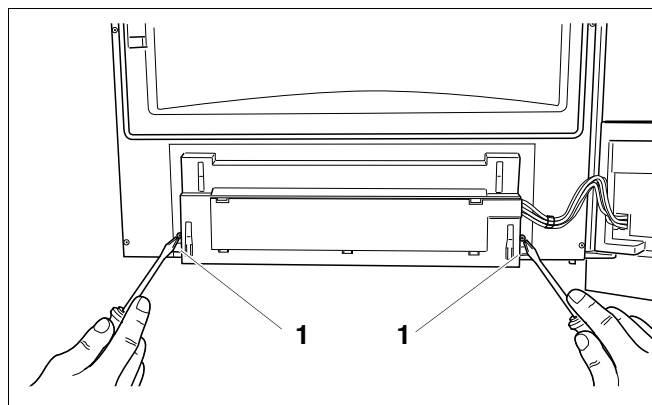

Рис. 117 Отвинчивание винтов
- С обратной стороны двери котла вывинтить 2 винта из панели управления (рис. 117, поз. 1).